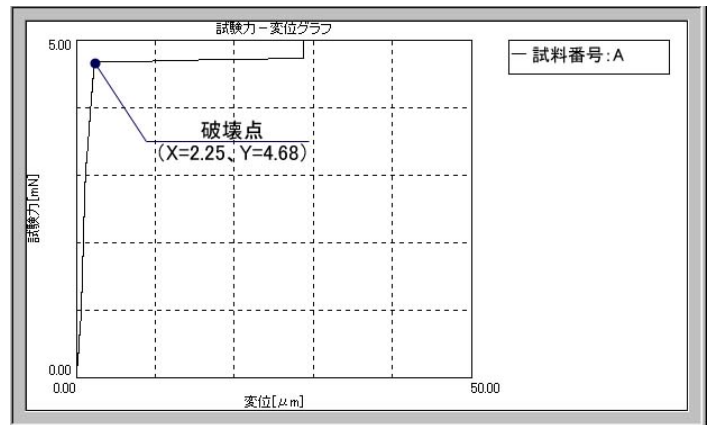

図 3 試験力 変位グラフ
(1) 9.8mN で圧縮試験した「試験力 変位グラフ」を 図3 に示します。
(2) 図3より、破壊試験力 4.68mN でつぎの計算式より、破壊強度は 2.608MPa になります。